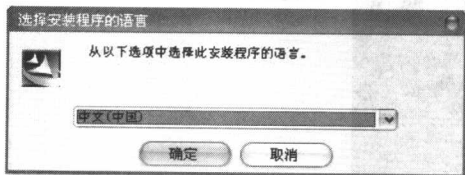

图 1-10 “选择安装程序的语言”对话框
(10) 打开如图 1-10 所示“选择安装程序语言”对话框，选择【中文（中国）】安装方式，单击【确定】按钮。